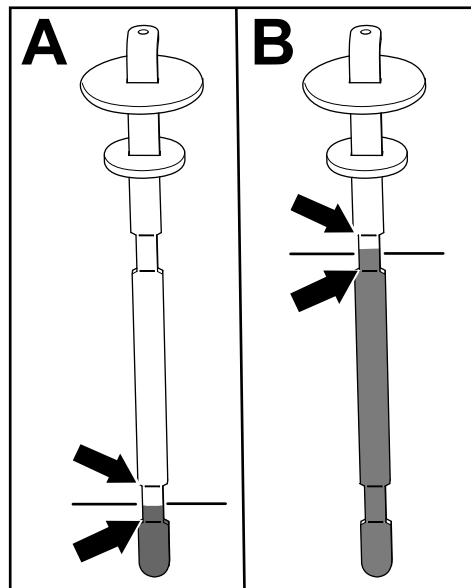

図 79
5. ディップスティックを抜いて油量を点検する 図 79。
2 本のマークの間であれば適切A 図 79。その下のマークより上でもOK。
- ・ 油圧駆動式アタッチメント用ホースキットを搭載している場合オイル量がディップスティックについている上側の2本のマークの間であれば適切B 図 79。